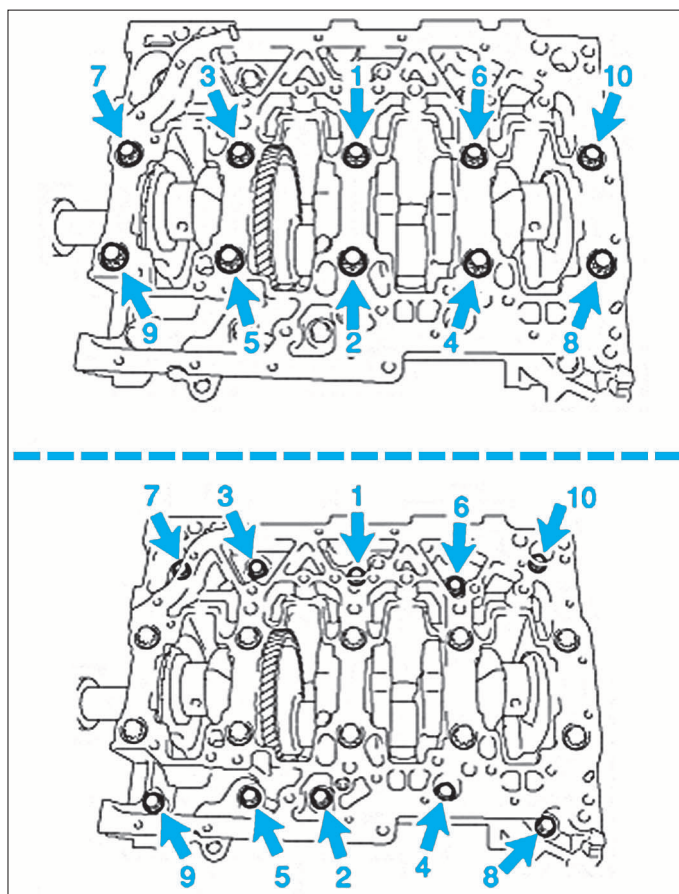

FIG. 66
- reposer et serrer, par passes successives, les vis intérieures de chapeaux de palier de vilebrequin dans l'ordre indiqué (fig. 66). Puis les 10 vis extérieures.